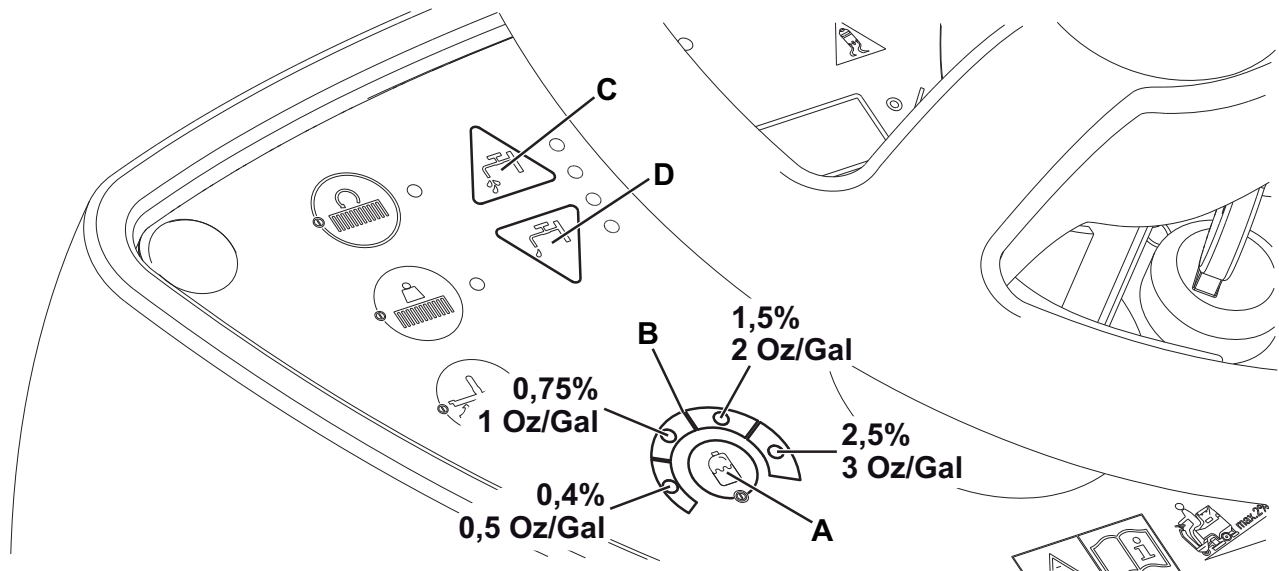

Abbildung 5
Zum Einschalten der Anlage für die Zumischung von Reinigungsmittel zum Wischwasser Einstellschalter Reinigungsmittelanteil (A, Abb. 5) betätigen: Leuchtet eine der LEDs, wird dem Wischwasser Reinigungsmittel zugefügt.
1. Wie auf Abbildung 5 dargestellt, variiert die eingestellte durchschnittliche Reinigungsmittelkonzentration entsprechend dem leuchtenden Sektor (B).
2. Schalter (A) mehrmals betätigen, um die Reinigungsmittelkonzentration wie gewünscht einzustellen oder das Reinigungsmittel auf Null zu stellen (alle LEDs aus).